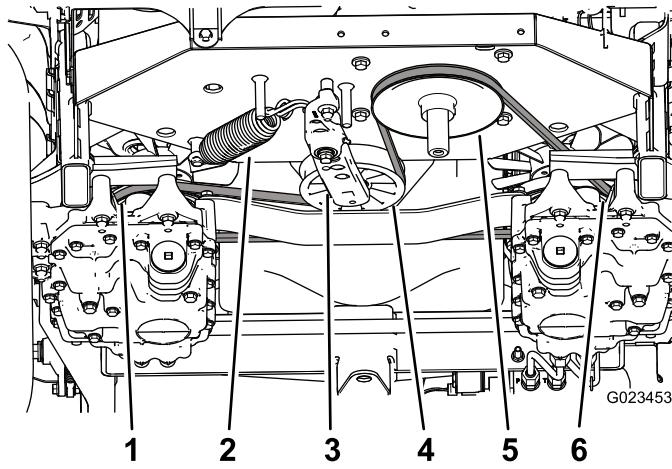

Figura 56
- Inserite un cricchetto nel foro quadrato del braccio di tensione per contrastare l'azione della molla di tensione (Figura 56) e rimuovete la cinghia dalla puleggia tendicinghia.
- Sganciate la molla di tensione dal braccio di tensione e dal telaio (Figura 56).
9. Montate la molla sul braccio di tensione e sul telaio (Figura 56).